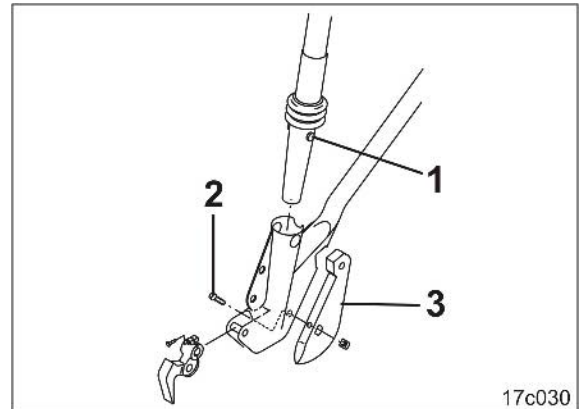

図 218
1. コールタ本体の漏斗の突起 (図 218/1) を押し込みます。
3. ねじ (図 218/2) を取り外します (ねじの締め付けトルク 45 Nm)。
4. コールタ先端 (図 218/3) をアンカーから引き出します。